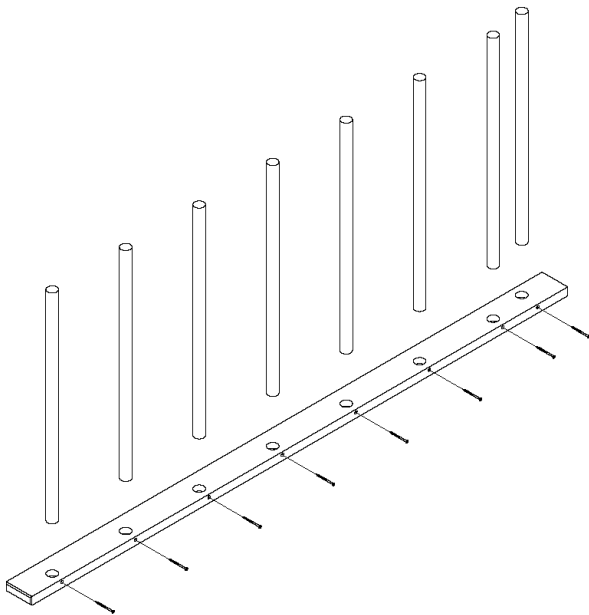

Abbildung 4: Befestigen der Sprossen an Wange
Wählen Sie eine der beiden Wangen und stecken Sie die Sprossen vollständig in die dafür vorgesehenen Öffnungen. Nun verschrauben Sie die Sprossen mit der Wange durch die vorgebohrten Bohrungen an der schmalen Seite der Wange (Abbildung 4). Nutzen Sie hierfür (7).